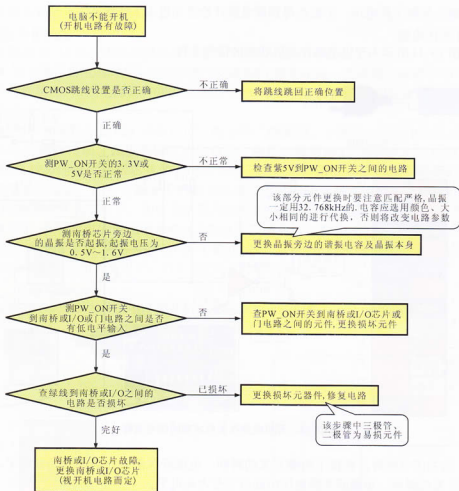

图10-15 主板开机电路的故障检修流程
通常, 主板的开机按键操作较为频繁, 因此开机电路也比较容易出现故障。与此同时, 引起主板开机电路故障的原因有很多, 如开机电路中的开机控制晶体管或逻辑门或触发器电路损坏、COMS 跳线设置不正确、ATX 电源的 ⑨ 脚连接的开机控制三极管或稳压二极管损坏、南桥芯片周围的晶振 (32.768 kHz) 或谐振电容以及与电源开关连接的电阻器损坏等。这些器件中任何一个有故障都会引起不能开机的故障, 遇到这种故障应找准入手点, 才能实现事半功倍的效果, 一般可按如图 10-15 所示的检修流程进行检修。